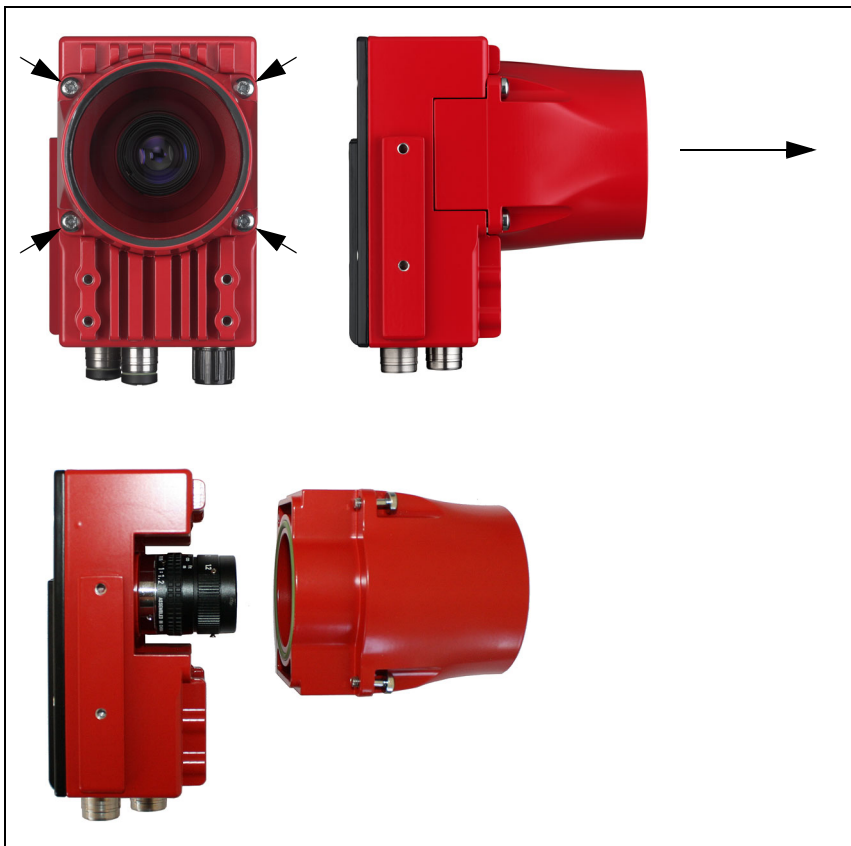

Figura 4.8: Cambio de objetivo en equipos C-Mount
- ↪ *En primer lugar suelte los 4 tornillos de ranura en cruz de la cubierta del objetivo y levante la cubierta hacia delante tal como se indica en la figura 4.8.*